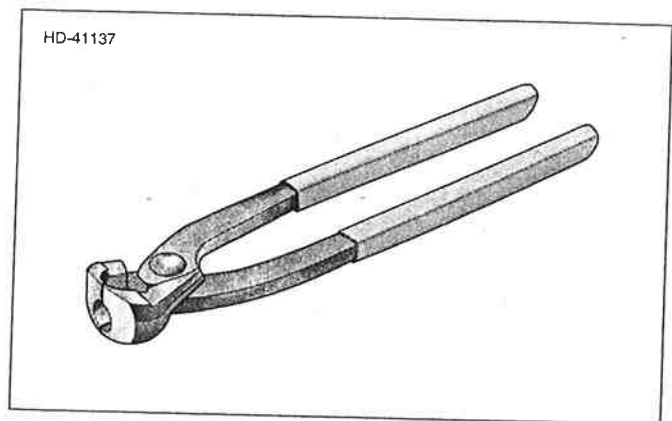

Figura 1-63. Alicates de grapa para manguera (HD-41137)
- a. Enrosque el dispositivo de conexión hexagonal de roscas (3) dos vueltas a la derecha en la rosca derecha del tanque de combustible. El collarín en el dispositivo de conexión hexagonal está orientado hacia el tanque de combustible.
12. Vea la Figura 1-63. Conecte la manguera de combustible al racor de salida en el conjunto de la válvula de suministro de combustible usando una grapa nueva y los ALICATES DE GRAPA PARA MANGUERA (HD-41137)